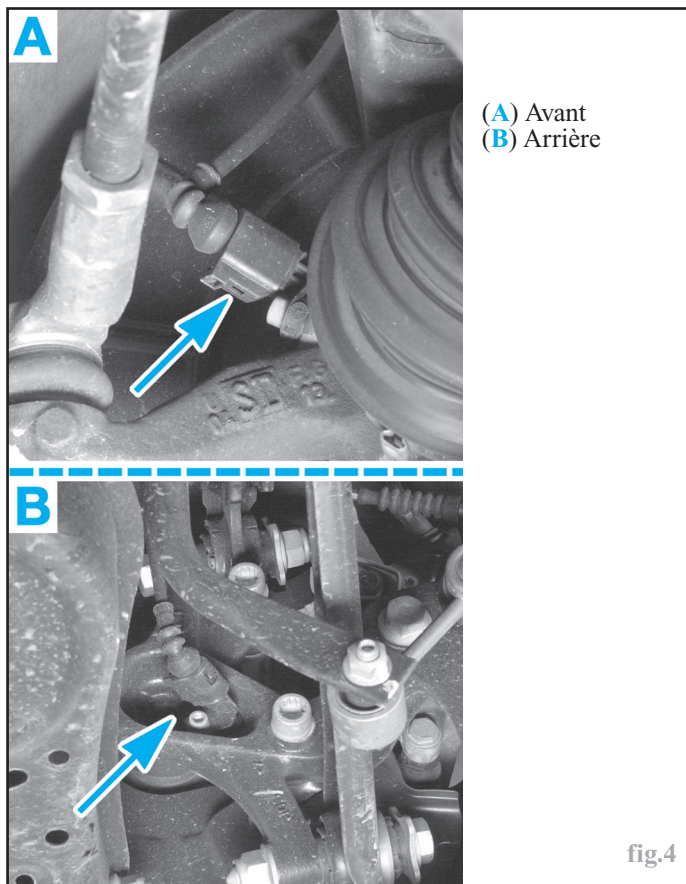

fig.4
**Capteurs de vitesse (Fig.4)**